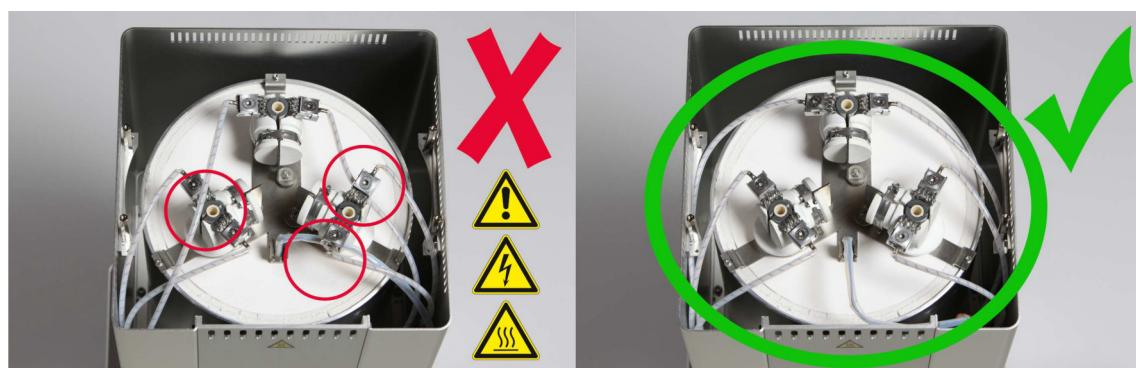

Fig. 4-2 Korrektes Verlegen der Heizelement-Anschlussdrähte
**Verlegen Sie die Heizelement-Anschlussdrähte so, dass der Abstand zu den Heizelementen möglichst gross ist, siehe Fig. 4-2.**